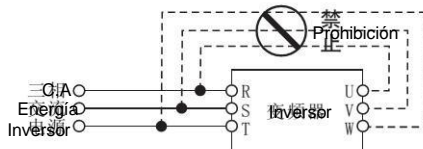

Figura 1-2
- Está prohibido conectar la fuente de alimentación de CA a los terminales de salida U, V y W del inversor, de lo contrario, el inversor se dañará, como se muestra en la Figura 1-2.